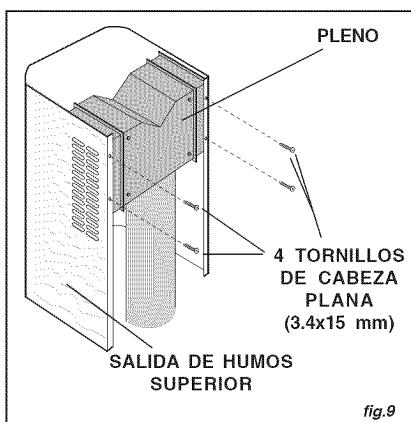

fig.9
10. Asegure el pleno de recirculación en la salida de humos superior con (4) tornillos de cabeza plana. Fig.9